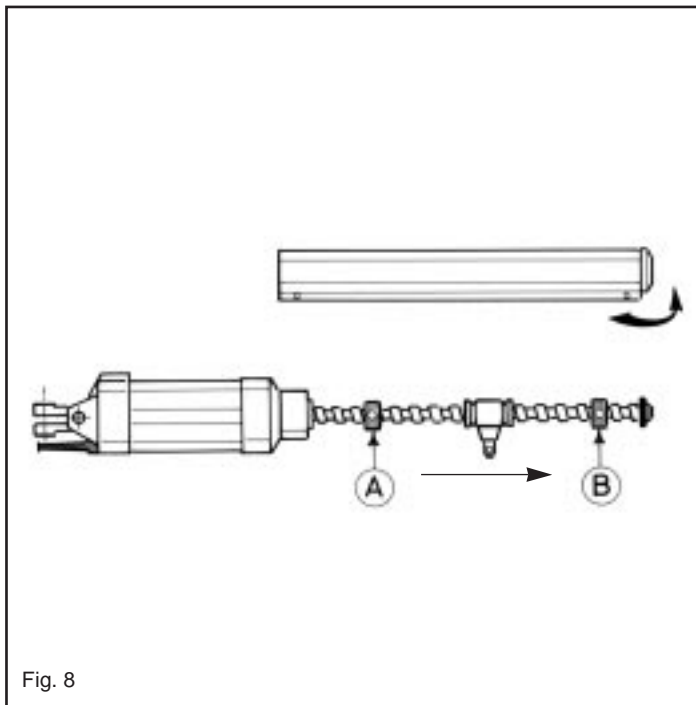

Fig. 8
Pour accéder aux colliers, il est nécessaire d'oter le carter de protection vis en agissant selon les indications du schema, dans le sens de la fleche (Fig. 8).
To adjust the nuts you have to remove the screw-cover and you must turn it in the sense of the arrow shown as in the scheme (Fig. 8).
Per accedere alle ghiera si deve sfilare il carter copri vite agendo come da schema nel senso della freccia (Fig. 8).
Mit dem Motor STAR ist es nicht notwendig, Endanschläge am Torträger oder anderswo zu fixieren, weil dieser Motor im Inneren mit einstellbaren Anschlagnutmuttern ausgestattet ist, die sowohl beim Öffnen wie beim Schließen reagieren. Um die Nummerte einzustellen mußten Sie das Gehäuse der Schraubenabdeckung abnehmen und diese wie in der Abbildung im Sinne des Pfeils drehen (Abb. 8). Um die erwünschte Öffnungsweite einzustellen genügt es, die Nummerte (A) zu verstellen und sie mit Hilfe eines Imbusschlüssels an der Mutterschraube festzuziehen. Um die erwünschte Schliesselweite einzustellen, mußten Sie die Nummerte (B) verstellen. Beachten Sie dabei, daß sich der Torantrieb muhelos vor der Torbefestigung abkuppelt.